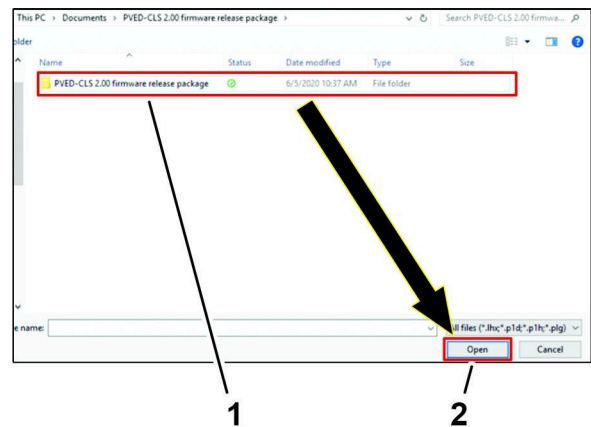

Figura 49
- Navegue al archivo PVED-CLS 2.0000 firmware release package.zip, haga clic en la carpeta PVED-CLS 2.00 firmware release package, y haga clic en el icono ABRIR (Figura 49).